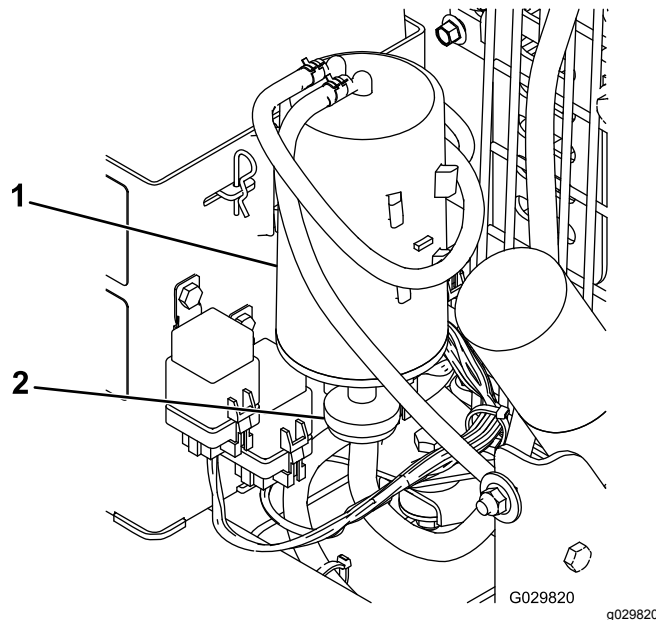

Figure 13
2. Déposez et mettez au rebut le filtre à air à charbon actif (Figure 13).